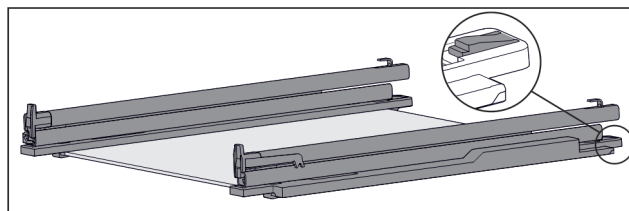

Fig. 155 Glasplatte mit Schienen und Halteteilen
- Halteteil hinten herunterdrücken (siehe Fig. 155) und gleichzeitig Schiene nach hinten schieben.